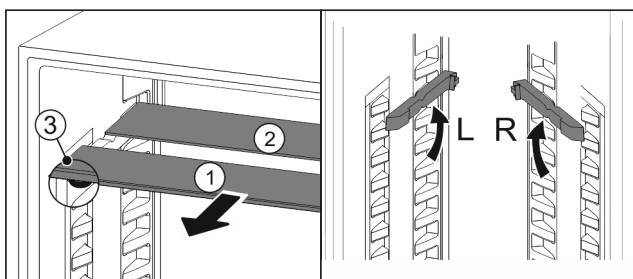

Fig. 112
- ▶ Træk glaspladerne ud enkeltvis fremad Fig. 112 (1).
- ▷ Glaspladen Fig. 112 (1) med pyntelisten ligger foran.
- ▷ Stoppene Fig. 112 (3) peger nedad.